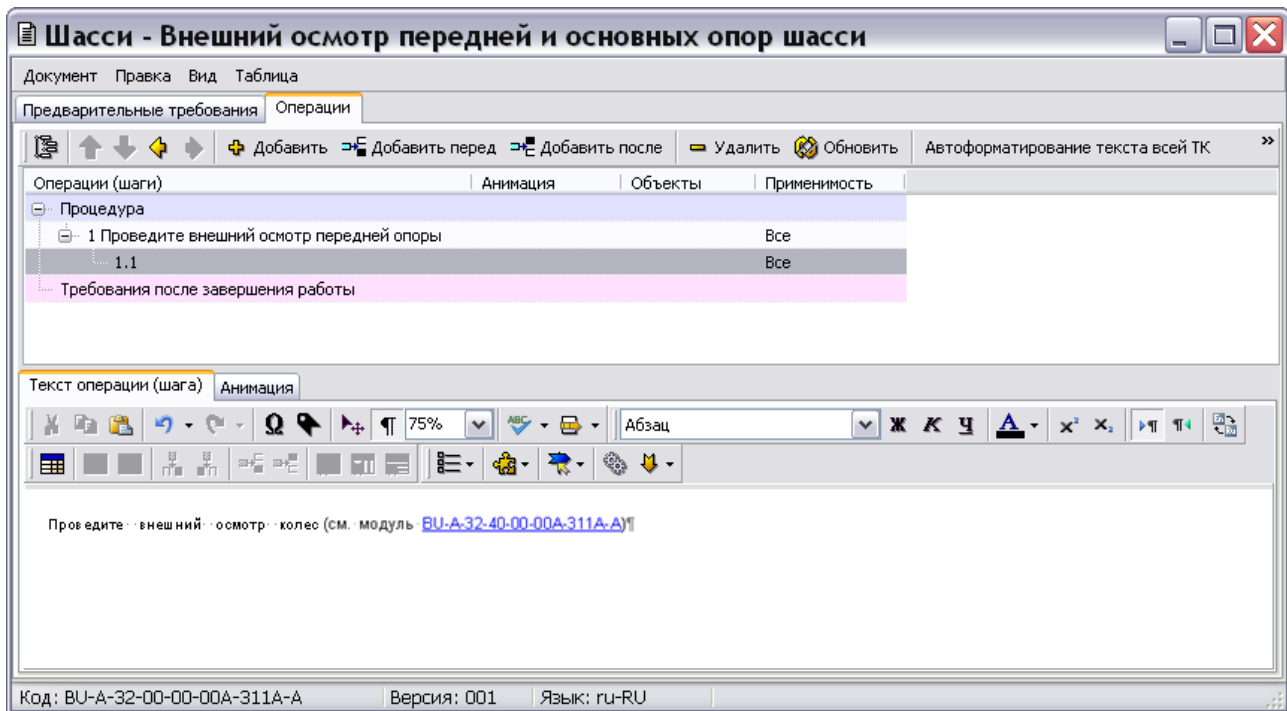

Рис. 7.45
5. В нижнем окне введите описание подоперации – «Проведите внешний осмотр колес» (Рис. 7.45).
7. Нажмите на кнопку **Установить ссылку**. Ссылка в тексте описания операции будет выглядеть, как показано на Рис. 7.45.